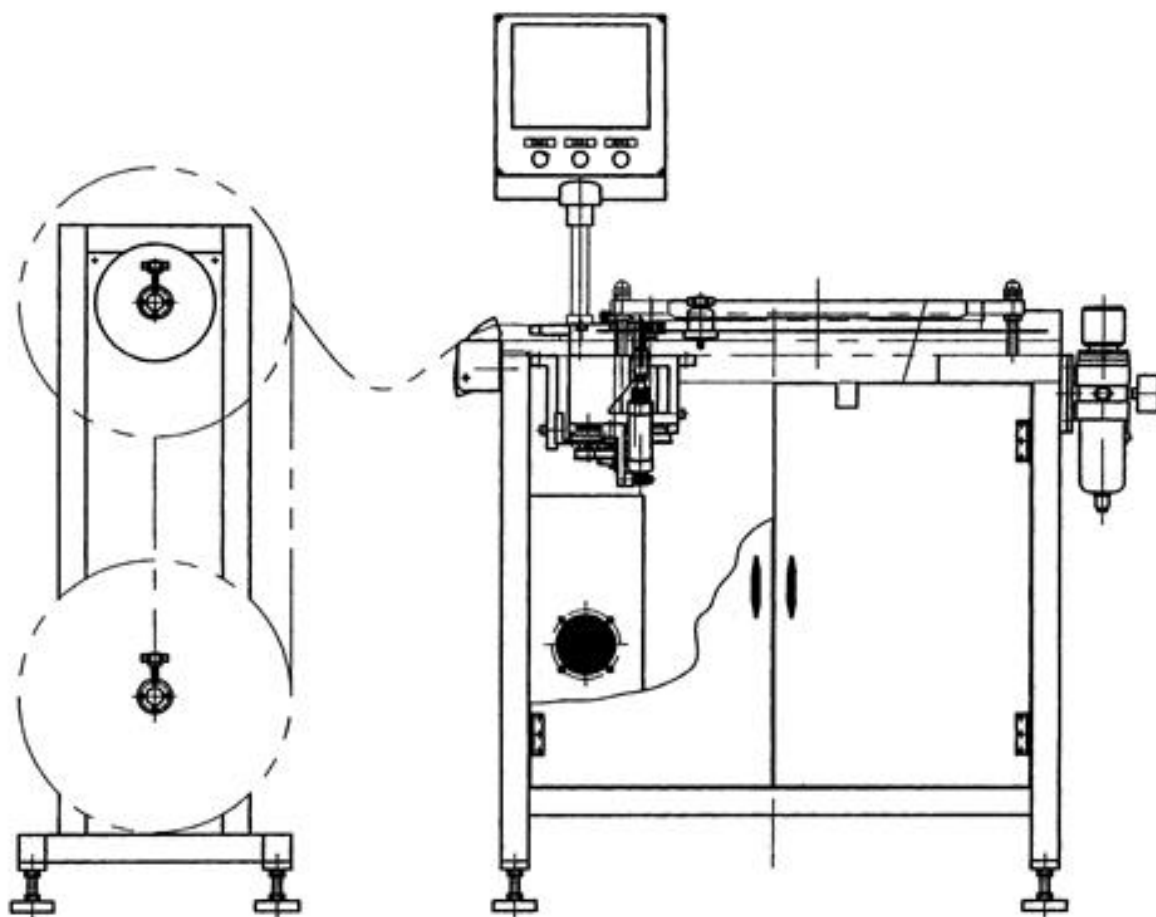

Рисунок 1. Машина брошюровочная, подготовленная к работе
- Машина брошюровочная состоит из двух секций (рис. 1): секции размотки спирали (слева) и секции брошюровки (справа).